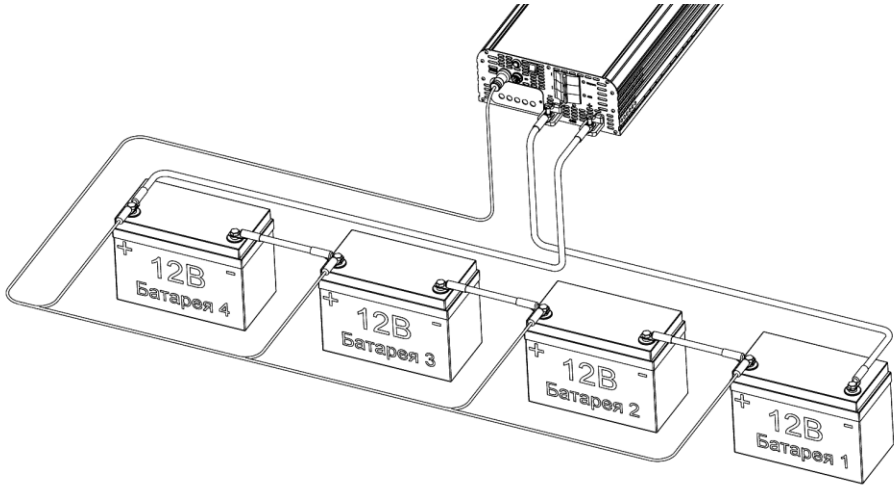

Рисунок 6. Підключення свинцево-кислотних АКБ до UPS-4048.
4.2.7 При використанні чотирьох свинцево-кислотних АКБ з номінальною напругою 12В, їх треба з'єднати послідовно, використовуючи силові перемички, що входять до комплекту поставки. Необхідно, також, під'єднати кабель балансування. При цьому, клеми «Батарея1», «Батарея2», «Батарея3» і «Батарея4» підключаються до плюсових клем відповідних батарей, нумерація яких ведеться від чорного (мінус) батареиногo кабелю ДБЖ, як показано на Рис.6